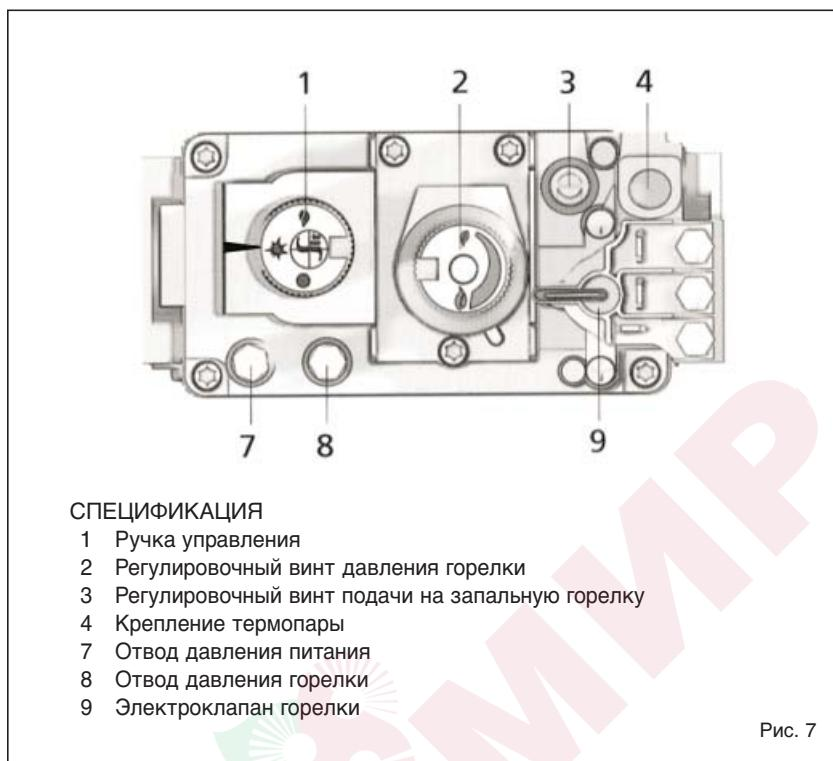

Рис. 7
### 4.1 ВКЛЮЧЕНИЕ И НАСТРОЙКА ГАЗОВОГО КЛАПАНА SIT 820 NOVA mV (Рис. 7)
- Завинтить до упора регулировочный винт газового клапана (2 рис. 7).